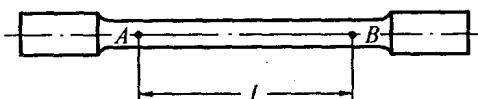

图1-4
1.4 如图1-4所示,拉伸试样上A,B两点距离 l 称为标距。受拉力作用后,用变形仪量出两点距离增量 $\Delta l = 5 \times 10^{-2} \text{ mm}$ 。若 l 的原长 $l = 100 \text{ mm}$,试求A与B两点的平均应变 ϵ_m 。